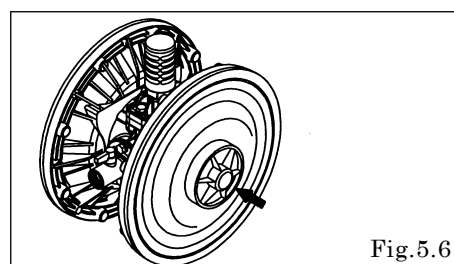

Fig.5.6
- ・センターディスク用 PP レンチ (専用工具: 部品番号 771868) を使用してセンターディスク（外側）を外す。〔Fig.5.6〕